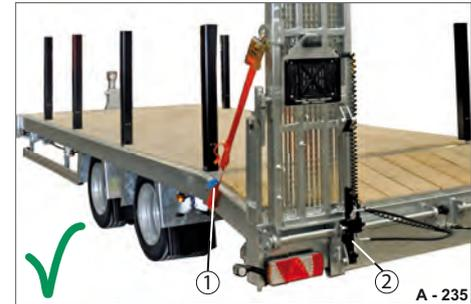

Abb. 112 Auffahrrampen sichern
- ▶ Falls vorhanden, zusätzlich den Spanngurt (Abb. 112/1) anbringen - siehe ab Seite **152**.